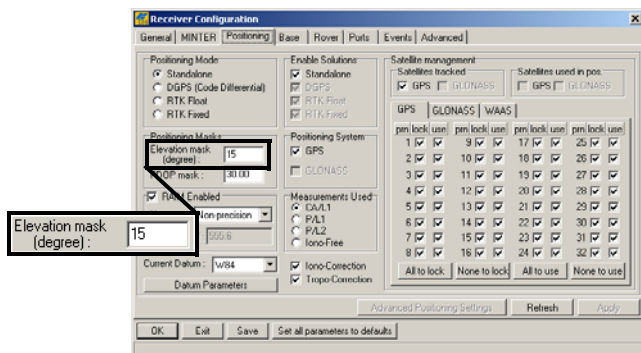

Figura 3-11. Configuración del Posicionamiento del Receptor – Máscara de Elevación
8. Haga clic en la pestaña *Positioning* y configure la *Elevation mask* como 15 (Figura 3-11), a continuación haga clic en **Apply**.